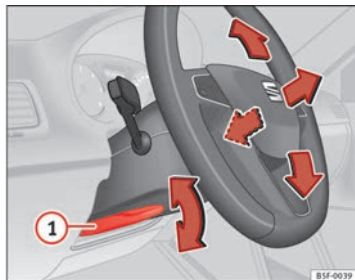

Fig. 85 Palanca en la parte inferior del lateral izquierdo de la columna de dirección
- Tire de la palanca ① ⇒ fig. 85 hacia abajo ⇒ ⚠